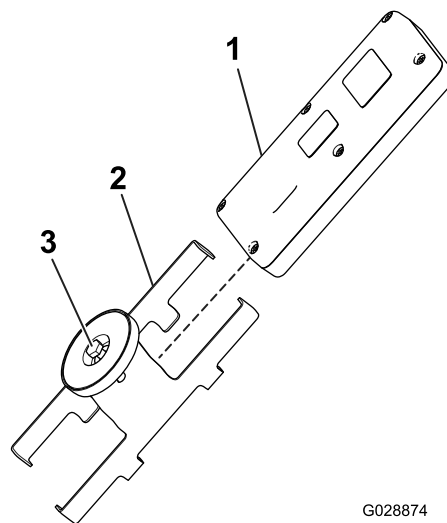

Figura 45
1. Slăbiți urubul magnetului de pe suportul magnetic al telecomenzii (Figura 45).
2. Îndepărtați prin glisare lateralele suportului și scoateți telecomanda (Figura 45).
- Amplasai telecomanda portabilă în suportul magnetic al acesteia, glisați jumătățile împreună pentru a fixa telecomanda portabilă și strângeți urubul din magnet (Figura 45).